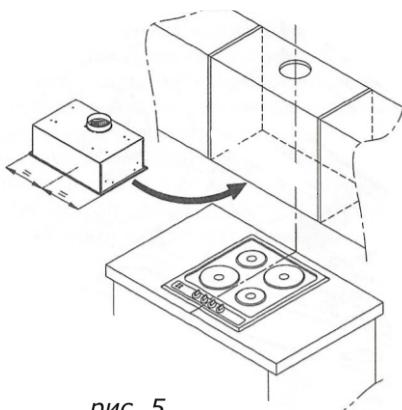
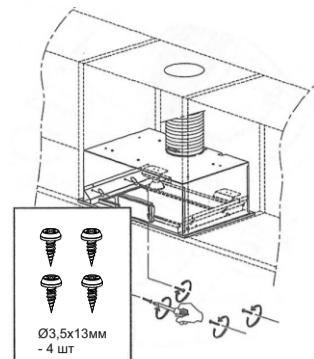

рис. 5
рис. 6
6.1 Монтаж кухонной вытяжки (КВ) к подвесному элементу мебели над плитой (рис. 5, 6).
- Установите кухонную вытяжку вместо нижней панели подвесного элемента мебели (рис. 5) и закрепите кухонную вытяжку винтами самонарезающими Ø3,5x13 (рис. 6).